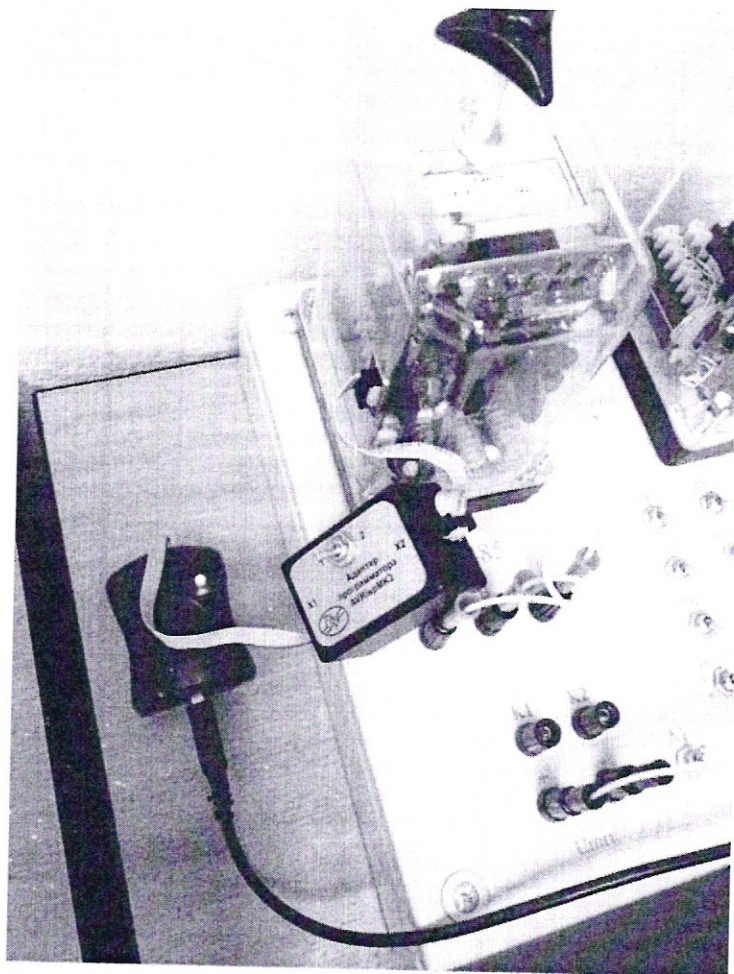

Рисунок 2.1 – Подключение программатора к БКП-М
- подключить шлейф адаптера к разъему X1 блока (рисунок 2.1);